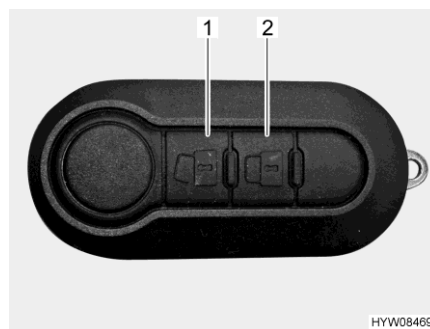

Bild 52 Fernbedienung Zentralverriegelung (2 Tasten)
- Türen entriegeln: ■ Taste  (Bild 52,1) einmal kurz drücken. Die Türschlösser sind entriegelt.
- Türen verriegeln: ■ Taste  (Bild 52,2) einmal kurz drücken. Die Türschlösser sind verriegelt.